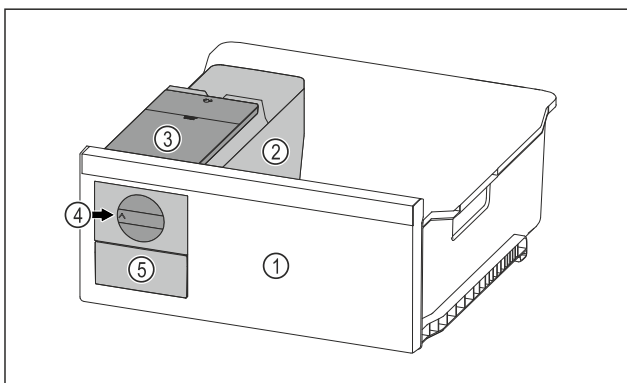

Fig. 108 Ілюстративне зображення
- ▶ Поворотну ручку Fig. 108 (4) повернути за годинниковою стрілкою до упору.
- ▷ Кубики льоду випадають із ванночки для кубиків льоду у висувний ящик для кубиків льоду Fig. 108 (5).